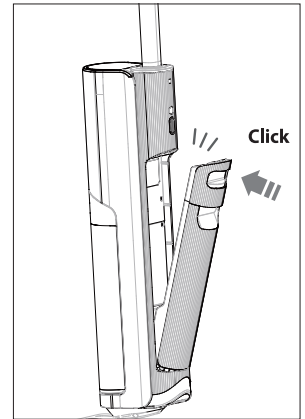

Abb. 7 – Wassertank einsetzen
- ▶ Setzen Sie den Frischwassertank leicht schräg in die Ausparung auf der Geräterückseite ein und drücken Sie den Frischwassertank an, bis er hörbar einrastet und fest sitzt (siehe Abb. 7).